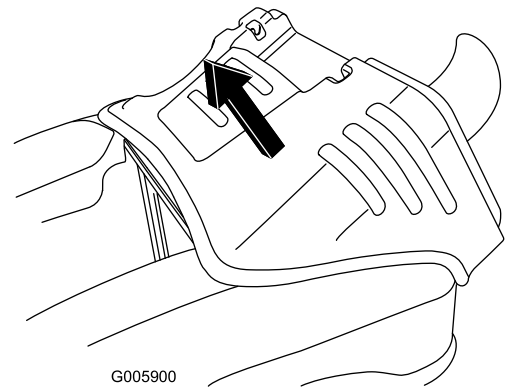

Figura 26
6. Sujete el capó por delante y por detrás, y levante el capó para retirarlo del bastidor (Figura 26).